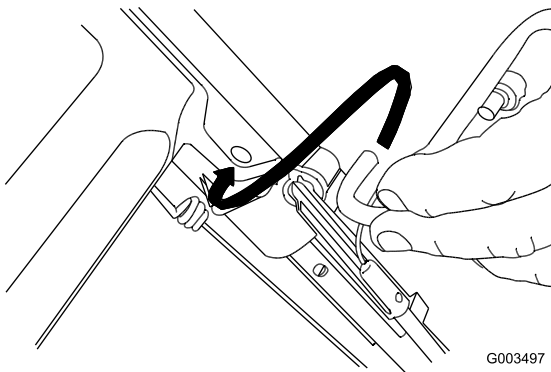

Figura 3
1. Montate la barra di comando della lama nella sezione superiore della stegola (Figura 3).